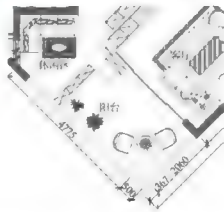

图 7-145
**步骤 1:** 使用插入块工具 $\text{I}$ 分别插入休闲沙发、休闲桌椅和配景植物(图 7-145)。